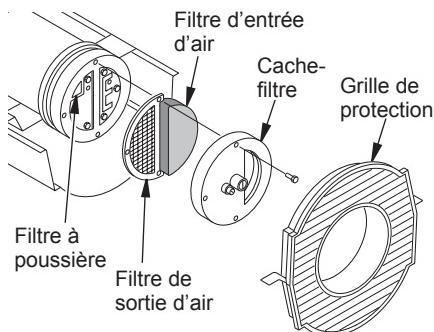

Figure 11 - Filtres de sortie et d'entrée d'air et filtre à poussière, modèles 40/55T/70T
- En utilisant un tourne-écrou de 5/16 po démontez les vis de fixation du cache-filtre (voir Figure 11 ou 12).